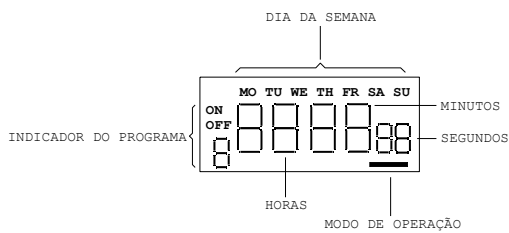

Figura 04 - Identificação dos elementos do Visor
Pressione a tecla **TIMER** para ter acesso e determinar os programas ON/OFF. O número do programa sob ajuste é mostrado à esquerda do visor. Observe **Figura 04**. O primeiro ajuste refere-se ao programa 1, e determina o momento de LIGAR (ON) a saída. Note que a mensagem **ON** é mostrada sobre o número do programa.
- ◆ Pressione **DAY** para determinar os dias onde a saída deve ser LIGADA (ON). Observe que a indicação dos dias da semana é alterada a cada pressionar da tecla **DAY**: